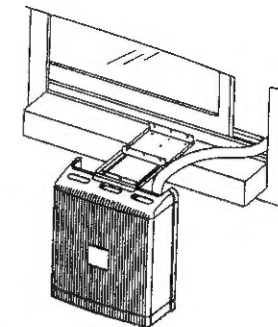
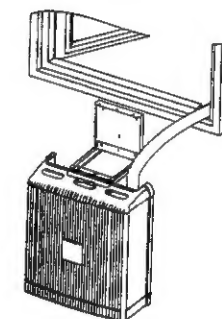

Bild 5. Einheit an einer Fensterbank befestigt
Bild 6. Einheit an einer Wand befestigt
Ein Halter für die Montage der Außeneinheit, ermöglicht die Montage an einer Fensterbank (Bild 5) oder an einer Wand (Bild 6).
1. Schieben Sie den Handgriff über den Schiebeausleger der Befestigungsgarnitur (2, Bild 5 und 6).
2. Für Fenstermontage (Siehe Bild 5), legt man das starre Traglech (3) auf die Fensterbank, bohrt drei Löcher in die Fensterbank und befestigt das Traglech fest mit den drei Schrauben.
5. Für Wandmontage - siehe Bild 6, hält man das starre Trageblech (3) gegen die Wand, bohrt drei Löcher in die Wand und befestigt es drei Schrauben. Vergewissern Sie, daß das Tragblech waagrecht angebracht ist.